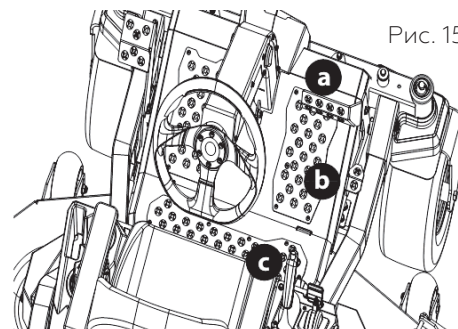

Рис. 15
- Для начала движения **ВПЕРЕД** медленно нажимайте на педаль хода (а) до тех пор, пока не будет достигнута желаемая скорость (рис. 15).
3. Чтобы остановить или замедлить ход райдера-газонокосилки, уберите ногу с педали хода вперед (а) или педали движения задним ходом (b). Чтобы включить стояночный тормоз, переведите обе педали хода в положение нейтрالي и потяните рычаг стояночного тормоза (с) назад до тех пор, пока он не зафиксирован в положении «включено» (рис. 15).
4. Для движения задним ходом убедитесь, что пространство позади свободно, затем медленно нажимайте на педаль движения задним ходом (b) подушечкой стопы (НЕ пяткой), пока не будет достигнута желаемая скорость (рис. 15).